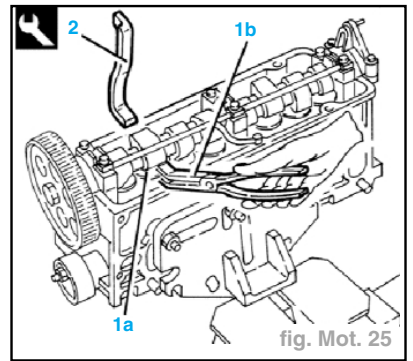

fig. Mot. 25
- A l'aide de l'outil (1b) (pince ref. **1-887-001-000**), retirer la pastille de réglage (1a) et la remplacer par une autre d'épaisseur appropriée (fig. Mot. 25).